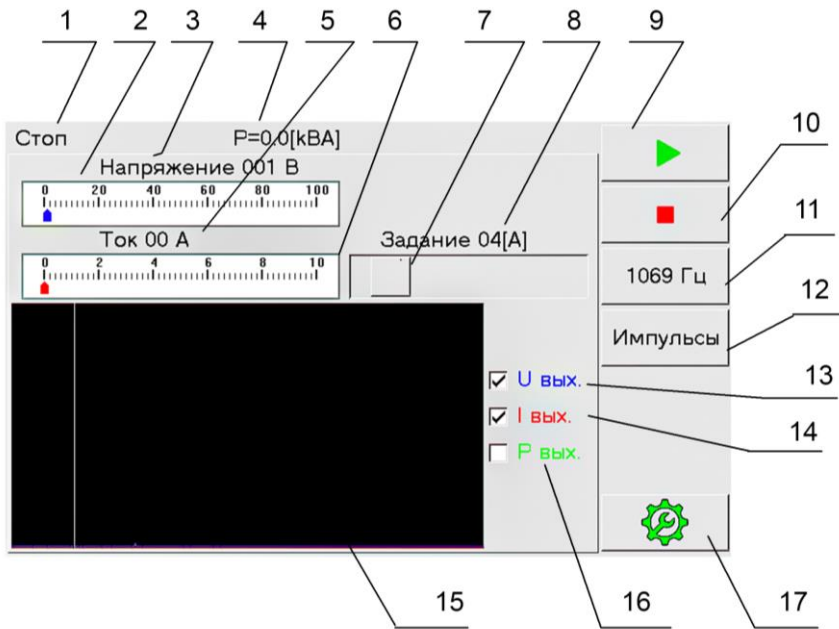

Рис.3 Назначение органов индикации и управления
6.4 Назначение органов индикации и управления генератором приведены на многофункциональном сенсорном экране, рисунок 3 (основное табло).
7.3.3 После установки всех необходимых параметров закройте текущее окно, кратковременно нажав на кнопку 10. Вновь откроется основное табло (рисунок 3).
7.6 Генератор готов к работе. Кратковременно нажмите кнопку «Пуск» (позиция 9, рисунок 3).
7.8. Для завершения работы генератора нажмите кратковременно кнопку «Стоп» (позиция 10 рисунок 3).